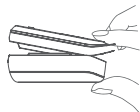

Abbildung 5
2. Öffnen Sie das Oximeter wie in Abb. 5 dargestellt.